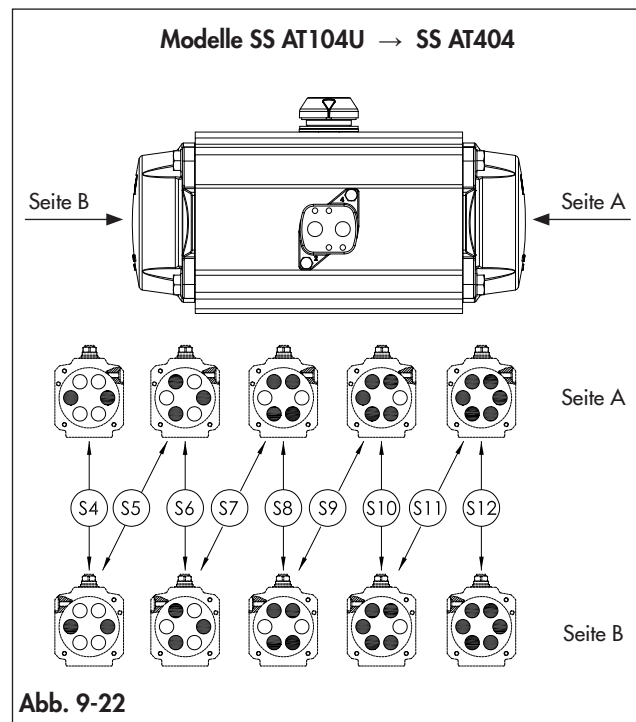

Abb. 9-22
- Legen Sie bei einem Stellantrieb mit Federrücklauf die richtige Anzahl von Druckfederpatronen in die richtige Position, wie in Tabelle 9-4, Abb. 9-22 und Abb. 9-23 je nach Stellantriebsmodell angegeben.